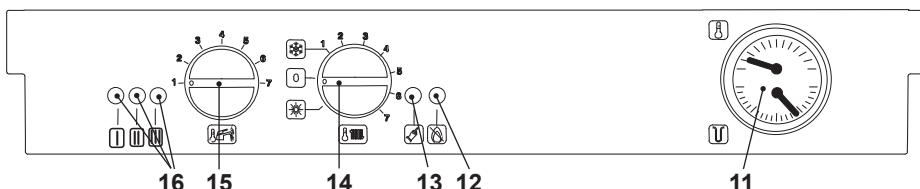

рисунок 1.3
- Включите электропитание котла. Индикатор котла 16 (рисунок 1.3) будет моргать каждые 4 секунды (состояние ожидания)
Квалифицированный монтажник посоветует Вам, как выбрать наиболее подходящую настройку для Вашей системы Термоманометр (11 , рисунок 1.3) поможет Вам проконтролировать получение заданных температур.